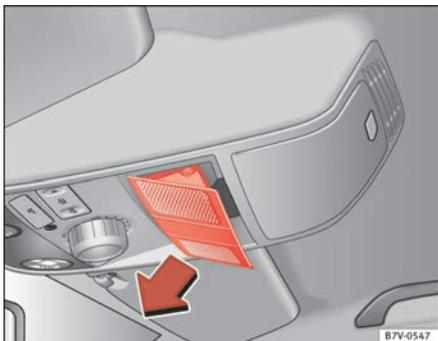

Abb. 202 Im Dachhimmel: Abdeckung entfernen.
- Abdeckung in Pfeilrichtung entfernen \Rightarrow Abb. 202.